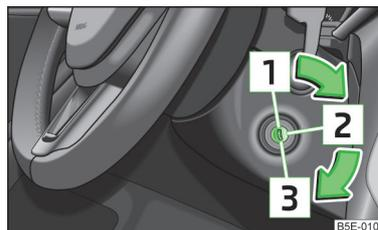

Fig. 117
- Avant le départ, le moteur étant arrêté, la clé de contact doit toujours se trouver en position **2** » fig. 117 à la page 121 (contact mis). Cette position est signalée par des voyants qui s'allument. Si ce n'est pas le cas, cela pourrait amener un blocage inattendu de la direction - risque d'accident !
### Moteurs à essence » fig. 117
### Moteurs Diesel » fig. 117
Si la **direction est bloquée** et que la clé ne tourne pas ou seulement difficilement dans la position **2** » fig. 117, faites tourner le volant dans un sens et l'autre : ceci déverrouille le verrouillage de la direction.
- Mettez le contact **[2]** » fig. 117 à la page 121.
Coupez le moteur en faisant passer la clé de contact en position **[1]** » fig. 117 à la page 121.